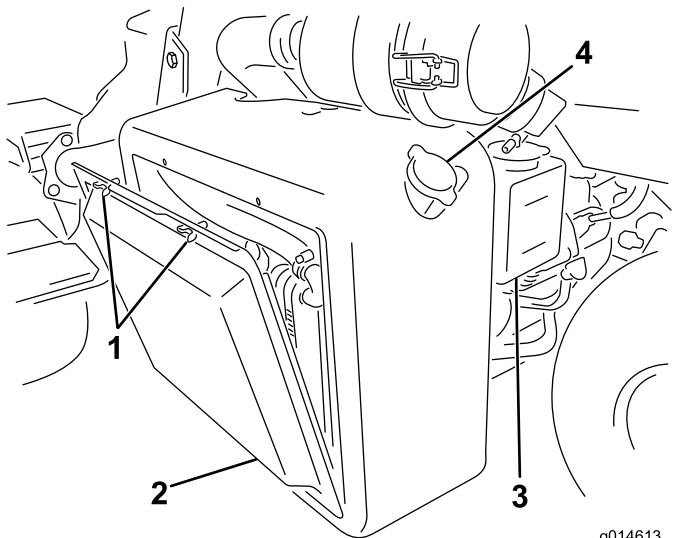
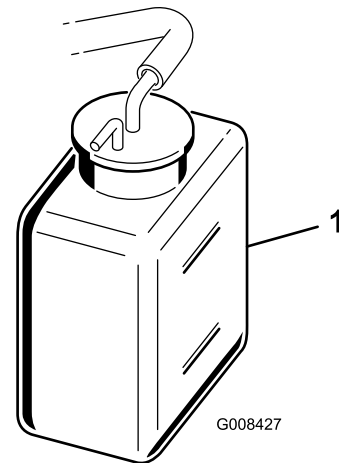

図 38
図 39
1. ラジエーターのスクリーンを外す 図 38。
2. 冷却液の量を点検する 図 38と図 39。